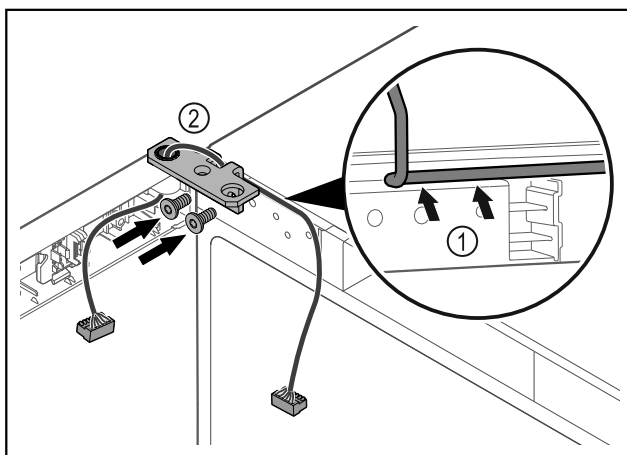

Fig. 36
- ▶ Ved'te kabel skrz vybrání úhelníku závěsu a opatrně jej položte Fig. 36 (1).
- ▶ Našroubujte úhelník závěsu Fig. 36 (2).